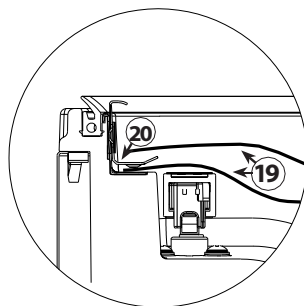

Fig. 1
5. Вставьте пакет (19) в прибор так, чтобы крепежная планка (20) находилась внутри открытой стороны пакета. Одна сторона открытого конца пакета должна находиться над крепежной планкой (20), а другая - под ней, чтобы воздух мог быть полностью удален из пакета. (Рис. 1)
7. Вставьте пакет (19) в прибор так, чтобы фиксирующая планка (20) находилась внутри пакета. Одна сторона открытого конца пакета должна находиться над крепежной планкой (20), а другая - под ней, чтобы воздух мог быть полностью удален из пакета. (Рис. 1)